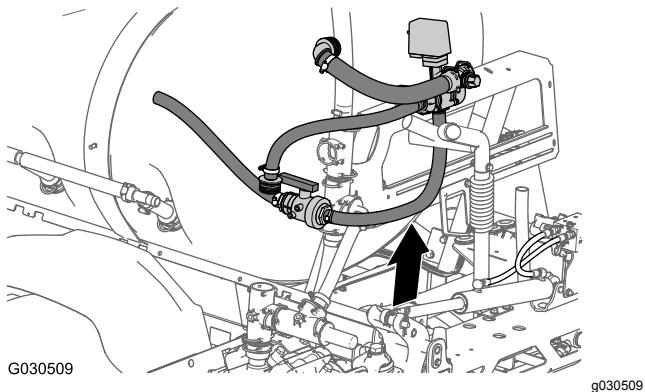

Bild 69
8. Nehmen Sie das Rührwerkventil (und Sicherheitsventil), das Kugelventil und die Schläuche, die an den Ventilen angeschlossen sind, von der Maschine ab (Bild 69).